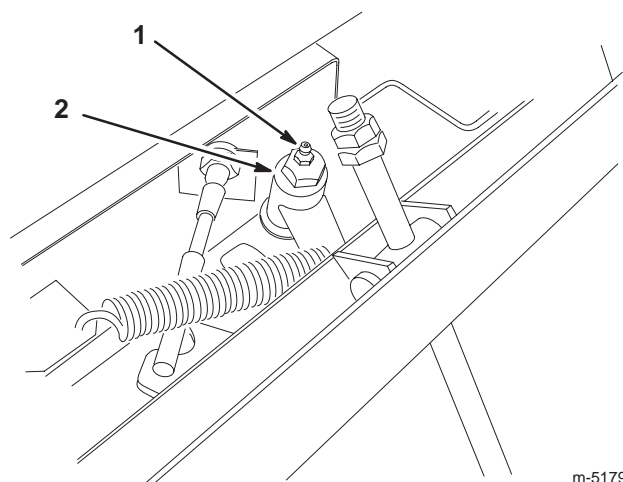

Figure 33
4. Desserrez le contre-écrou de la came de réglage (Fig. 33).
5. Mettez le moteur en marche et tournez la came de réglage dans un sens ou dans l'autre jusqu'à ce que les roues arrêtent de tourner (Fig. 33).
6. Arrêtez le moteur et serrez le contre-écrou pour bloquer le réglage (Fig. 33).